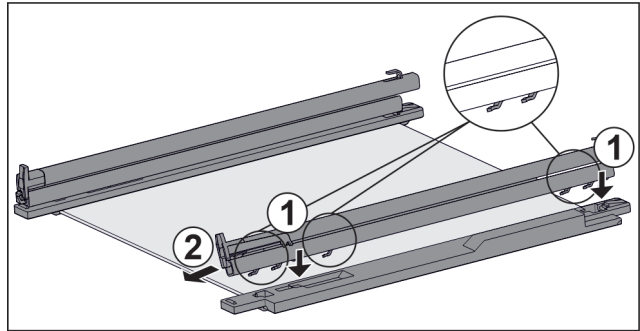

Fig. 115 Glassplate med skinner og holdedeler
- ▶ Sett kroken til skinnene på åpningen til **venstre** holdedel. Fig. 115 (1)
- ▶ Trekk skinne fremover. Fig. 115 (2)
- ▶ Sett kroken til skinnene på åpningen til **høyre** holdedel. Fig. 115 (1)